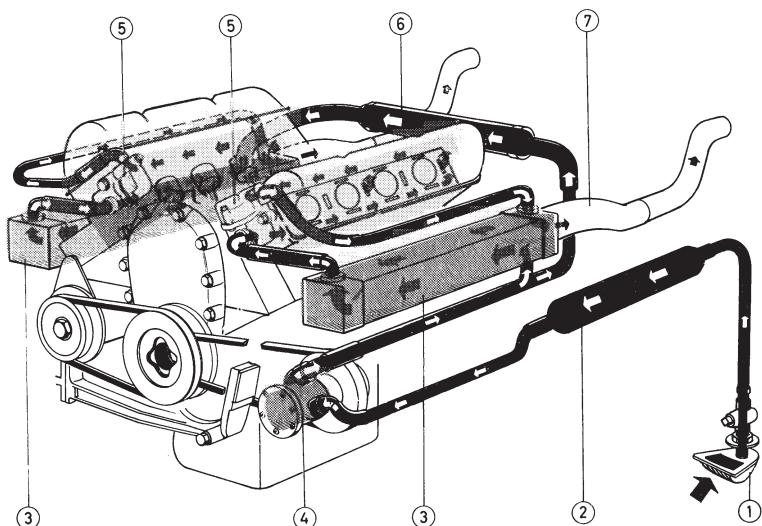

Fig. 6. Kylsystem.
Sjövattenpumpen 4, fig. 6 suger kylvatten från sjön genom den utvändigt placerade bottensilen, därefter genom det hydrauliska backslaget oljekylare (2). Därefter tryckes vattnet genom motorns oljekylare (6) och avgasrörens kylmantel (3) till fördelningshusen (5) vid framändan på cylinderlocken. Från fördelningshusen (5) har kylvattnet möjlighet att strömma två vägar. Vid start av kall motor strömmar vattnet in i motorn och fyller upp kylvattenkanalerna. Termostaten håller passagen från motorn stängd samtidigt som den håller ledningen från fördelningshuset ovanför termostaten öppen. Det i motorn befintliga kylvattnet uppvärms därför snabbt medan det av sjövattenpumpen levererade vattnet i förbiledningen passerar motorn ovanför termostatventilen och överbord eller ut till den vattenkylda avgaskröken (extra utrustning) för att efter kylning av avgasledningen passera över bord tillsammans med avgaserna.